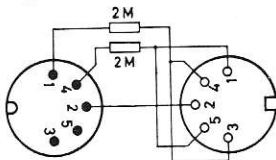

Abb. 16 Die Universal-kupplung
1. Man verwendet die Universal-Kupplung, ein Metallröhrchen, das an einem Ende eine Buchse, am anderen einen Steckerteil trägt. Die innere Schaltung zeigt Abbildung 16. Die Steckerkontakte 3 und 5 (Wiedergabekanäle) sind